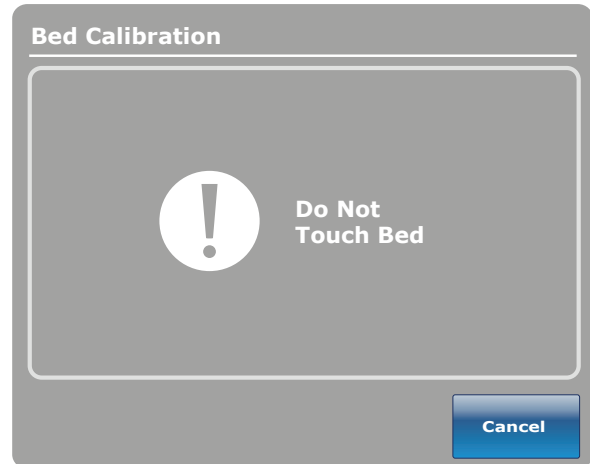

Abbildung 8: Bildschirm „Do Not Touch Bed“
6. Nach Beendigung die Taste  (Weiter) drücken. Der in Abbildung 8 dargestellte Bildschirm „Do Not Touch Bed“ (Bett nicht berühren) erscheint.